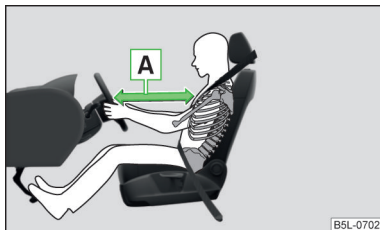

Bild 8
- Det är viktigt för förare och frampassagerare att hålla ett avstånd på minst 25 cm till ratten resp. instrumentbrädan » **bild 8** - **A**. Om detta avstånd inte hålls kan airbagsystemet inte skydda - livsfara! Dessutom måste framstolarna alltid vara riktigt inställda efter kroppsstorleken.